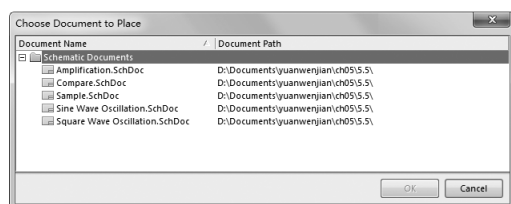

图 5-30 选择要生成方块图的子图
(1) 选择菜单栏中的“文件”→“New”（新建）→“原理图”命令，然后单击右键选择“保存为”菜单命令，将新建的原理图文件另存为“Inverter. SchDoc”。
(2) 选择菜单栏中的“设计”→“HDL 文件或图纸生成图表符”命令，打开“Choose Document to Place”(选择文件位置)对话框，如图 5-30 所示，在该对话框中选择“Amplification.SchDoc”，然后单击  按钮，生成浮动的方块图。